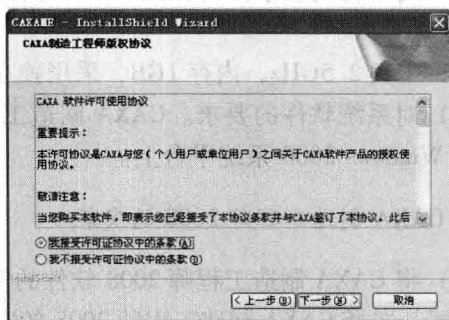

图 1-5 【CAXA 制造工程师版权协议】对话框
(4) 在【CAXA 制造工程师版权协议】对话框中，选中【我接受许可证协议中的条款 (A)】，并单击【下一步】按钮继续，如图 1-5 所示。